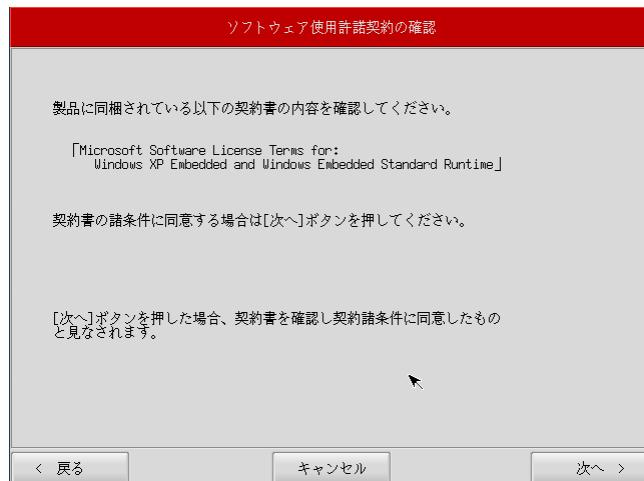

図6-2-2. ソフトウェア使用許諾契約確認画面
- ⑥ ソフトウェア使用許諾契約確認画面（図6-2-2）が表示されます。使用許諾契約を確認し、使用許諾契約の諸条件に同意できる場合は[次へ]ボタンを押します。